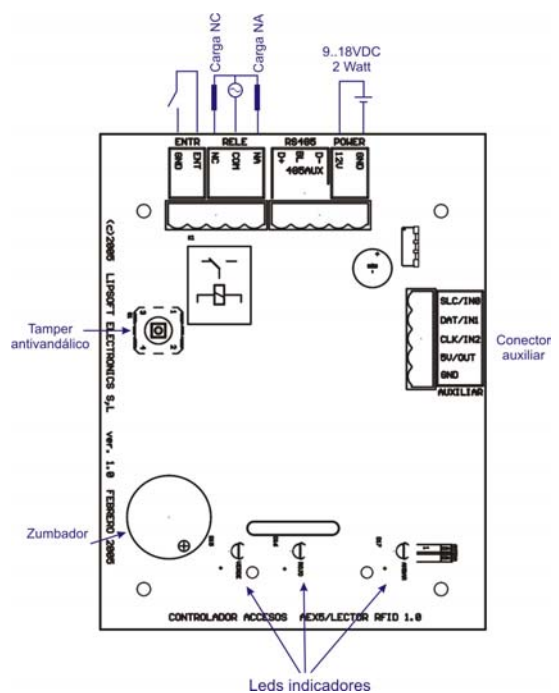

Figura 2.- Esquema de conexiones
El relé puede conmutar cargas de 230VAC /10A para placas electrónicas con versión 2.0 Mayo 2005, y 1A (para placas electrónicas con versión 1.0 Octubre 2003) y presenta un contacto normalmente abierto(NA) y otro normalmente cerrado(NO). Se debe conectar el contacto NA o NC a la carga, de la carga a la fuente de poder y de ésta al común (COM). También es posible conmutar una carga *normalmente abierta* y otra carga *normalmente cerrada* simultáneamente (ver figura 2).